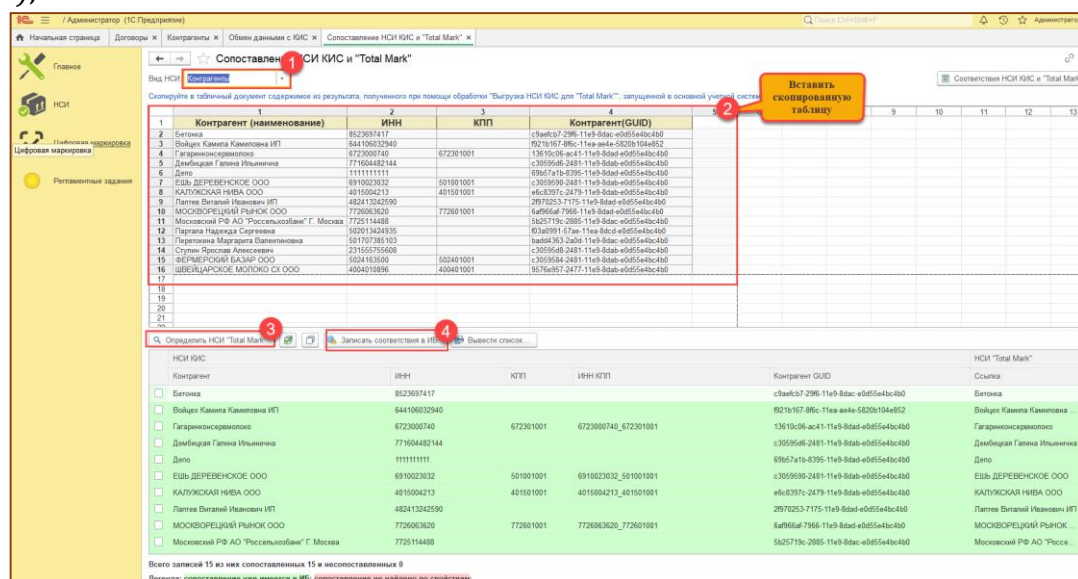

Рис. 4-12 - Сопоставление НСИ
- Выделите сопоставленные строки и нажмите «Записать соответствия в ИБ» (Рис. 4-12);